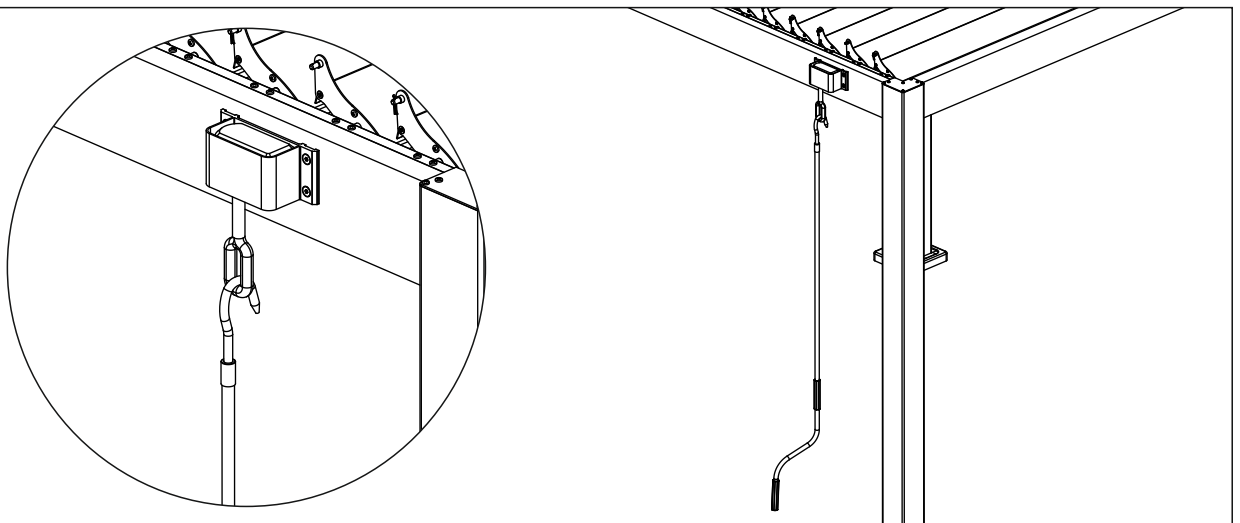

Abb. 24
10.1. Befestigen Sie zum Schluss die Handkurbel an der manuellen Bedienungseinheit. Siehe Abb. 24.